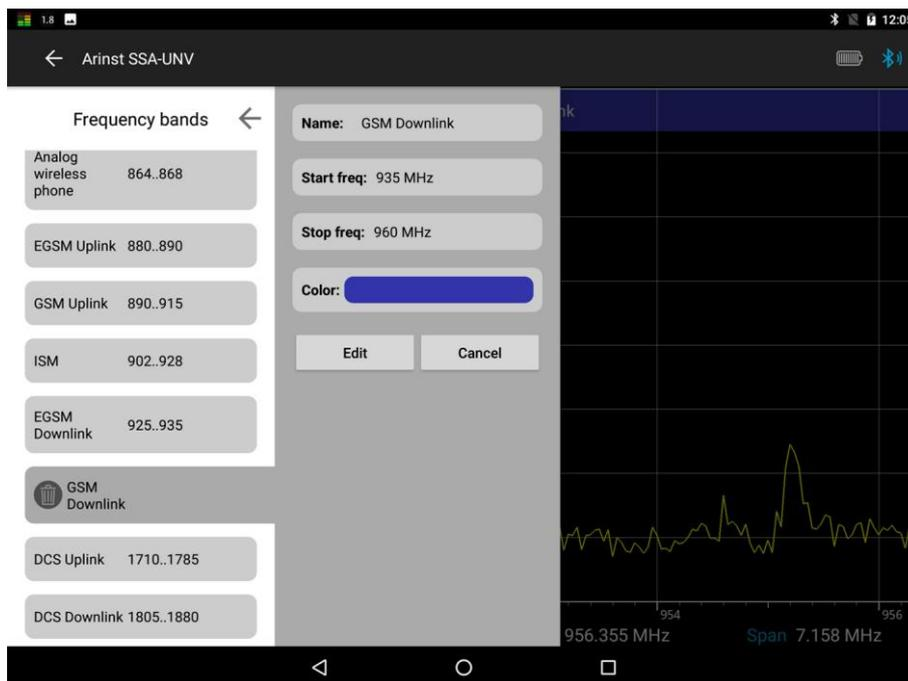

Рисунок 87 – Установка диапазона частот из списка диапазонов
9.6.3. Подключите антенну к антенному входу RF IN прибора. Включите прибор, подключите к прибору планшет/смартфон. Запустите программу управления и войдите в меню установки диапазона частот **Frequency** и установите диапазон частот. Диапазон частот устанавливается либо выбором из предустановленных диапазонов в меню Frequency bands (рисунок 87),